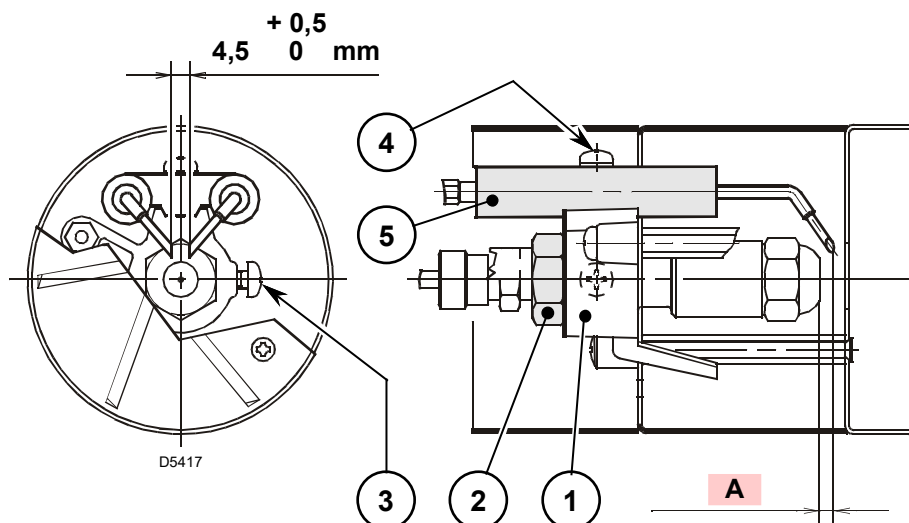

Fig. 15
Le misure in Fig. 15 devono essere rispettate.
- Appoggiare il gruppo supporto-elica 1)(Fig. 15) al porta-spruzzo 2) e bloccare con la vite 3)(Fig. 15).